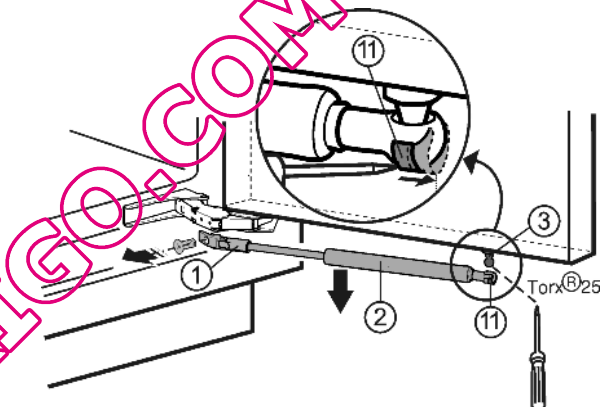

Fig. 3
- ▶ Pousser le ressort tendeur Fig. 3 (11) vers l'extérieur à l'aide du tournevis.
- ▶ Démontez l'amortisseur Fig. 3 (2) de fermeture vers le bas.
- ▶ Dévisser le support Fig. 3 (1).
- ▶ Dévisser le pivot sphérique Fig. 3 (3) (Torx® 25).